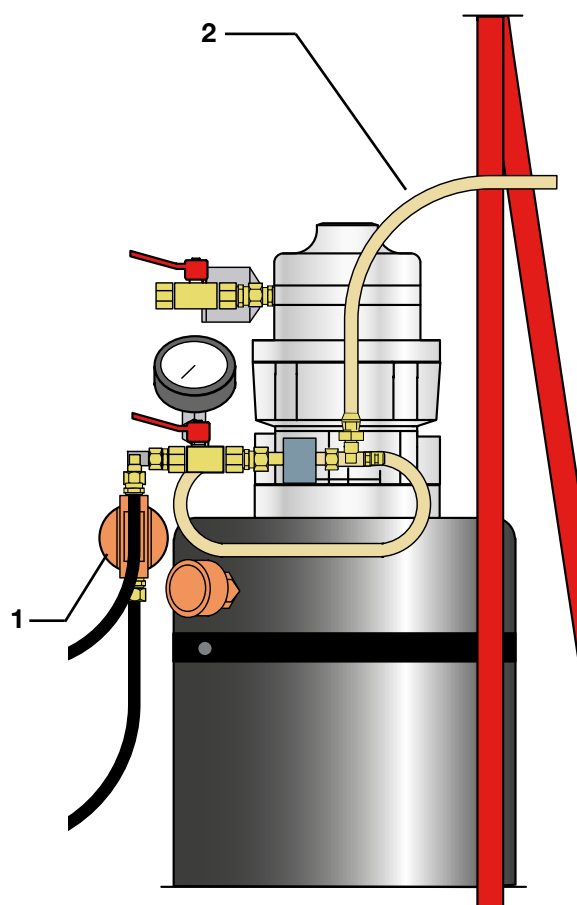

Figura 21: Unità dispensatrice dell'olio
10.5 L'unità dispensatrice di olio (figura 21)